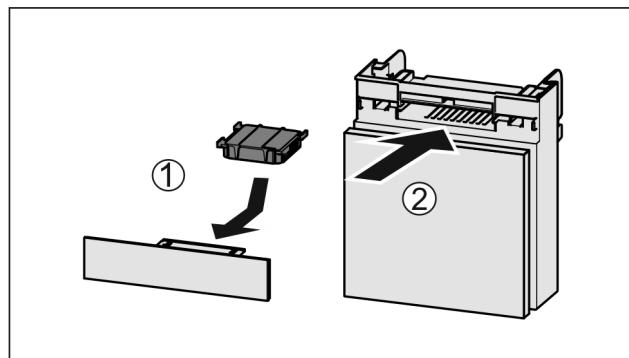

Fig. 89
- Vendosni filtrin me karbon aktiv siç tregohet në figurë Fig. 89 (1).
- Futni kutinë në vend Fig. 89 (2).